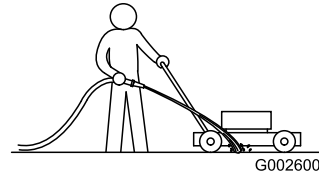

**Bild 16**
3. Lassen Sie den Motor bei eingekuppeltem Messer laufen und sprühen Sie Wasser vor das **rechte Hinterrad** (Bild 16).